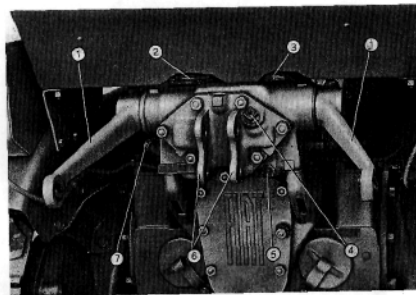

Fig. 52. - Sollevatore idraulico.
Per il sollevamento di attrezzi e le lavorazioni con attrezzi portati e semiportati, la trattrice può essere provvista di sollevatore, montato superiormente alla scatola della trasmissione, sotto il sedile del conduttore (fig. 52). (\*\*)
- A sollevatore nuovo, dopo le prime 20 ore di funzionamento, è indispensabile estrarre il filtro a rete (2, fig. 52) e lavarlo accuratamente in petrolio.
- Ogni 80 ore di lavoro: verificare e se necessario ripristinare il livello dell'oliofiat AP 50 dal tappo inclinato situato sulla parete posteriore del sollevatore (4, fig. 52): il livello dell'olio deve giungere al limite inferiore del tappo stesso.
- Ogni 400 ore di lavoro: sostituire l'olio dopo averlo scaricato dall'apposito tappo (5, fig. 52).